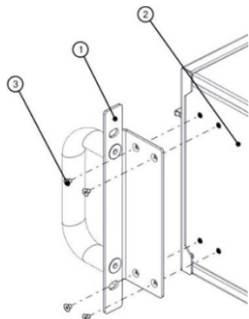

Рисунок 21 – Установка передних ручек
- установите ручки (3) на корпус устройства (2) со стороны передней панели, используя по 4 винта М3×4 с зауженной потайной головкой (3). Затяните винты шестигранным ключом s2 (рисунок 21);